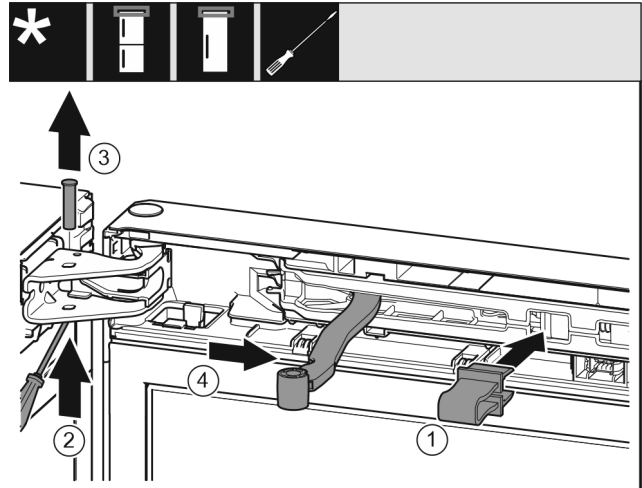

Fig. 9
► Κουμπώστε την ασφάλεια Fig. 9 (1) στο άνοιγμα.
► Τραβήξτε έξω τον πείρο Fig. 9 (2).
► Αφαιρέστε τον πείρο Fig. 9 (3) προς τα επάνω.
► Περιστρέψτε την άρθρωση Fig. 9 (4) προς την πόρτα.